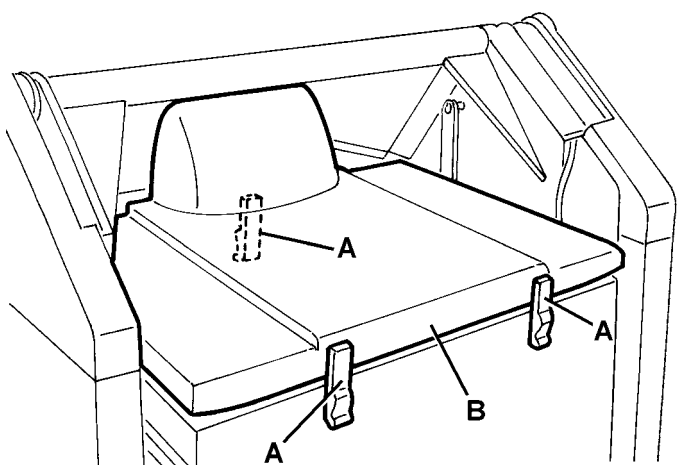

Figure 12
1. Porter la machine sur un sol plat et activer le frein de stationnement à l'aide de la pédale (84) et du levier (76).
2. Tourner la clé de contact (69) sur "0".
3. Ouvrir le coffre (23) et le bloquer à l'aide de la tige de support (55).
4. Dégager les dispositifs de retenue (A, Fig. 12) et enlever le couvercle (B) du filtre à poussière.